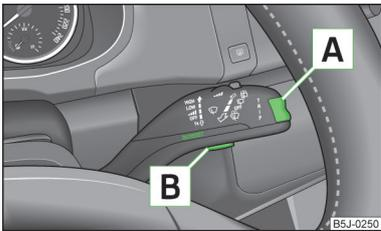

Fig. 23
La conmutación de las memorias se efectúa con la tecla **B** » fig. 23 de la página 36 en la palanca del limpiaparabrisas.
La tecla basculante para la elección de los puntos de menú **A** » fig. 23, así como la tecla de manejo **B** se encuentran en la palanca del limpiaparabrisas.
» Pulsar brevemente la tecla basculante **A** » fig. 23 arriba y abajo. De ese modo se abren, uno tras otro, los puntos de menú individuales del indicador multifunción.
» Pulsar ligeramente la tecla **B** » fig. 23.
- » Pulsar la tecla **B** » fig. 23 más tiempo.
- Con la tecla **A** seleccionar » fig. 23 de la página 36 el punto de menú **Advert. veloc.** (pantalla MAXI DOT) o  (pantalla de segmentos).